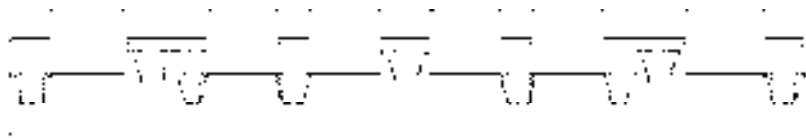

图 14-119 图案填充
11) 填充屋面图案。调用“图案填充”命令,在弹出的“图案填充和渐变色”对话框中选择 LINE 图案,将填充角度设置为  $90^\circ$ ,将填充比例设置为 600,为屋顶绘制填充图案,结果如图 14-119 所示。